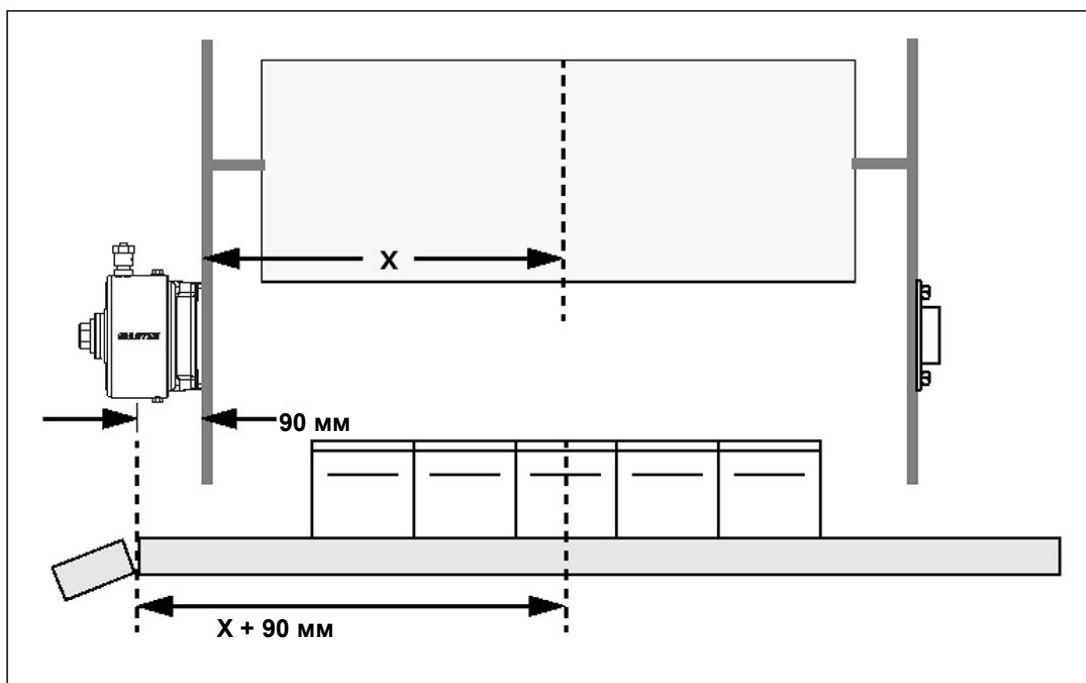

Рис. 2. Укорачивание рамы
4. Прикрутите болтами или приварите корпус муфты (16) или фланцевый кронштейн (3) к стенкам желоба.
- Для крепления с помощью болтов просверлите отверстие диаметром 100 мм и четыре отверстия диаметром 14 мм для болтов с обеих сторон корпуса (см. рис. 2). Прикрутите корпус муфты (16) или фланцевый кронштейн (3) к обеим сторонам корпуса.
- Для приваривания просверлите отверстие диаметром 100 мм для рамы с обеих сторон корпуса. Установите корпус муфты (16) или фланцевый кронштейн (3) над просверленным ранее отверстием и приварите его.
5. Находясь на стороне оператора, установите регулировочное кольцо (15) и полиамидную втулку (14) в корпус муфты (16).
6. Надвиньте корпус натяжителя (17) на корпус муфты (16) и закрепите его болтами.
7. В случае использования двойных натяжителей необходимо повторить шаги 5 и 6 с противоположной стороны; задвиньте амортизатор (4) и полиамидную втулку (5) во фланцевый кронштейн (3).